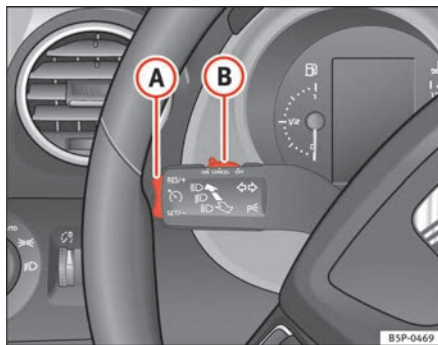

Abb. 130 Blinker- und Fernlichthebel: Schalter und Wippe für die Geschwindigkeitsregelanlage
- Drücken Sie den unteren Teil der Wippe **SET/SET** ⇒ Abb. 130 **(A)** einmal kurz, wenn die zu speichernde Geschwindigkeit erreicht worden ist.